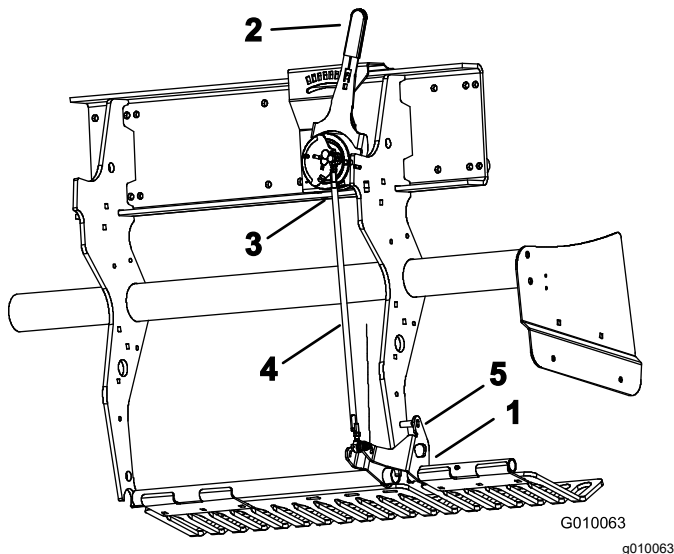

Figura 60
2. Gire el soporte de montaje del protector de césped izquierdo (**Figura 60**) hacia arriba, hasta que pueda introducir un pasador de bloqueo, como por ejemplo una broca o un perno de 8 mm entre el soporte y el tubo de ajuste de profundidad que está soldado al bastidor.
3. Mueva la palanca de profundidad de aireación (**Figura 60**) al ajuste H (mayor profundidad).
4. Desconecte el interruptor de bola externo (**Figura 60**) del arnés de cables (interruptor de cabezal bajado).
5. Afloje las contratueras (izquierda y derecha) del tirante de ajuste de profundidad (**Figura 60**).